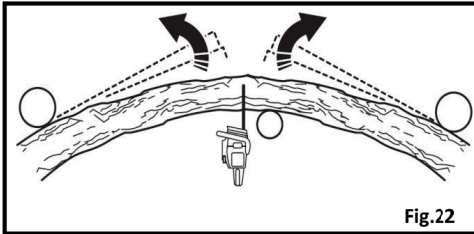

Fig.22
- Colóquese de manera que no tenga que salir del árbol o la rama cuando se libere la tensión. (Fig.22)